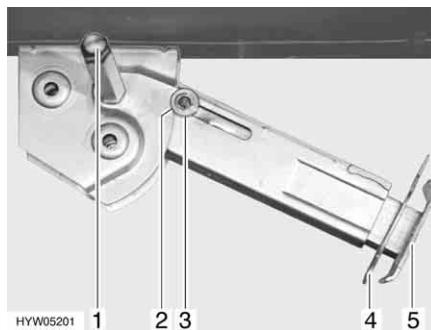

Fig. 31 Piedino di stazionamento
- Inserire la chiave a tubo nell'esagonale (Fig. 31,1) e ruotare fino a quando il piedino di stazionamento non si trova in posizione verticale verso il basso.
- Estrarre la copiglia (Fig. 31,4) dal prolungamento dell'estremità del piedino (Fig. 31,5).
- Inserire la chiave a tubo nell'esagonale (Fig. 31,1) e ruotare fino a quando il piedino di stazionamento non si stacca dal terreno.
- Spingere completamente all'interno il prolungamento dell'estremità del piedino (Fig. 31,5) e inserire la copiglia (Fig. 31,4) nel foro apposito.
- Ruotare la chiave a tubo nell'esagonale (Fig. 31,1), fino a quando il piedino di stazionamento non è sollevato verso l'alto e la guida (Fig. 31,3) è rientrata totalmente nell'intaglio (Fig. 31,2).